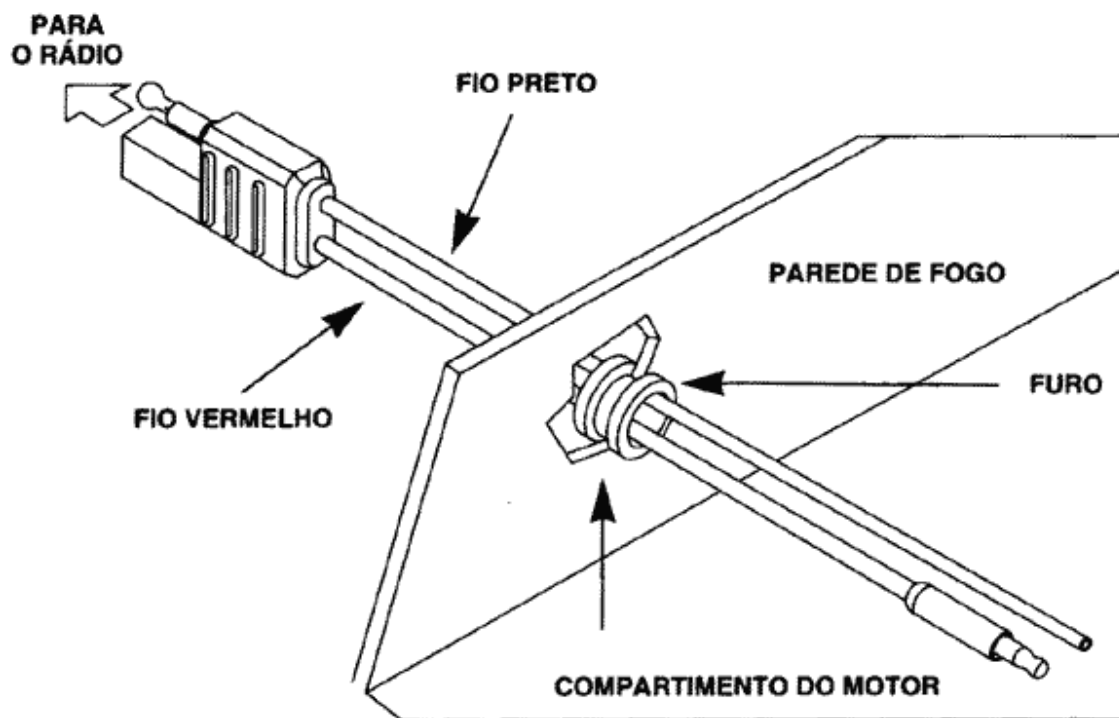

Figura 1. Passagem do cabo de força para o Compartimento do Motor
3. A partir do lado de dentro do veículo, passe o fio vermelho e preto (sem o bome conectado) através do furo para o compartimento do motor. Veja figura 1.